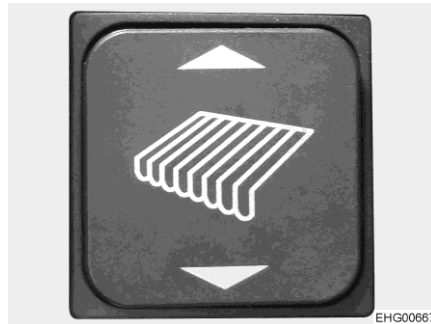

Bild 48 Vippkontakt markis (ingångsområdet)
- Tryck på vippkontaktens nedre triangel (Bild 48), tills markisen nått önskat läge.
- Fäll in markisen till ca 1 m. För att göra detta, tryck på vipkontaktens övre triangel (Bild 48).